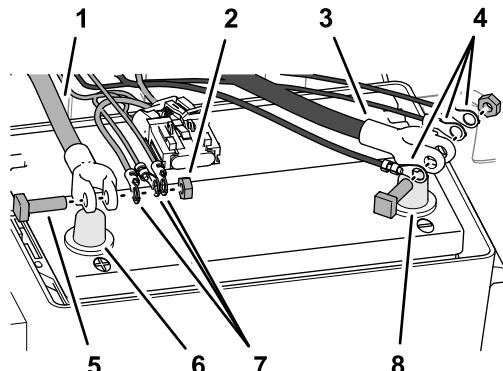

Figura 156
4. Retire os parafusos em T e as porcas hexagonais dos terminais dos cabos da bateria positivos e negativos (Figura 156).